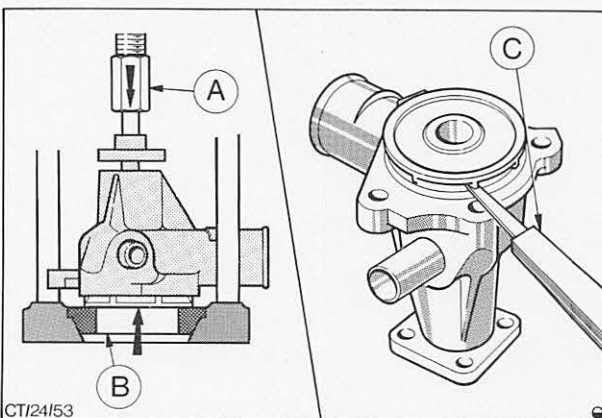

Abb. 27 Schaufelrad aufpressen und vorgeschriebenen Abstand messen
8. Schaufelrad so weit auf die Welle pressen, bis ein Abstand von 0,8 mm zwischen Schaufeln und Gehäusedichtfläche erreicht ist, Abb. 27.